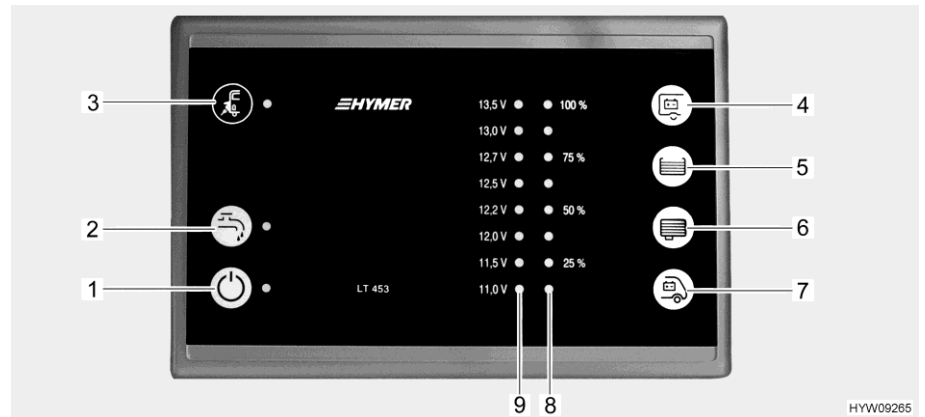

Fig. 75 Panneau de contrôle (LT 453)
La DEL jaune près du symbole de raccordement électrique  (Fig. 75,3) est allumée quand le véhicule est raccordé à une tension réseau externe. La DEL reste allumée quand le panneau de contrôle est éteint.
L'interrupteur principal 12 V (Fig. 75,1) établit ou coupe le panneau de contrôle et l'alimentation 12 V de la cellule.
- Appuyer sur l'interrupteur "⏻" (Fig. 75,1) : L'alimentation 12 V de la cellule est assurée. La DEL s'allume en vert.
- Appuyer de nouveau sur l'interrupteur "⏻" (Fig. 75,1) : L'alimentation 12 V de la cellule est coupée. La DEL s'éteint.
L'interrupteur pompe à eau (Fig. 75,2) ouvre ou ferme l'alimentation en courant de la pompe à eau.
- Appuyer sur l'interrupteur pompe à eau "☰" (Fig. 75,2) : L'alimentation en courant de la pompe à eau est ouverte. La DEL s'allume en jaune. La pompe à eau est activée à l'ouverture d'un robinet d'eau.
- Appuyer de nouveau sur l'interrupteur pompe à eau "☰" (Fig. 75,2) : L'alimentation en courant de la pompe à eau est fermée. La DEL s'éteint.
L'échelle DEL (Fig. 75,9) indique la tension de la batterie de démarrage ou de la batterie de cellule comme suit :
- Appuyer sur la touche "☰" (Fig. 75,4) : La tension de la batterie de cellule est affichée.
- Appuyer sur la touche "☰" (Fig. 75,7) : La tension de la batterie de démarrage est affichée.
L'échelle DEL (Fig. 75,8) indique le niveau de remplissage du réservoir d'eau fraîche ou de celui d'eaux usées.
- Appuyer sur la touche "☰" (Fig. 75,5) : Le niveau de remplissage du réservoir d'eau fraîche est indiqué par les DEL allumées.
- Appuyer sur la touche "☷" (Fig. 75,6) : Le niveau de remplissage du réservoir d'eaux usées est indiqué par les DEL allumées.